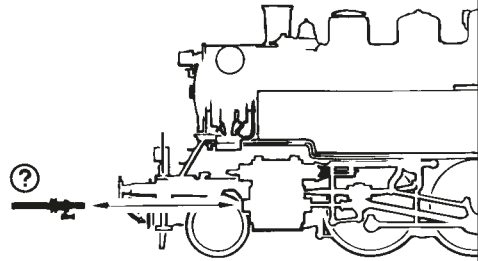

Fig. 3
**Aufrüstung:** Sie können für Ihren Fahrbetrieb unter verschiedenen Kupplungen wählen (Fig. 3). Wir empfehlen den Einsatz der ROCO-Kurzkupplung. Im beigelegten Zurüstbeutel finden Sie auch kleine vorbildgetreue Steckteile für eine erweiterte Aufrüstung Ihres Modells (Fig. 3), die Sie bitte **vorsichtig montieren. Achtung!** Kleben nur mit ausdrücklichem Hinweis.
**Fittings:** Operation is possible with different couplings (fig. 3). We recommend using the Roco close coupling.
In the enclosed accessory bag you will find small kits to be fitted on your locomotive. Please **mount them cautiously. Attention!** Use glue only if indicated (fig. 3).
**Les attelages:** En vue d'une exploitation pratique sur votre réseau vous pouvez choisir parmi plusieurs types d'attelages conformes aux différents systèmes d'attelage pratiqués en H0 (voir fig. 3). Nous vous recommandons l'emploi de l'**attelage court Roco**.
Le sachet joint comprend entre autres des petites pièces de finition conformes à la réalité et à **rapporter avec précaution** par le modéliste (fig. 3), si désiré.